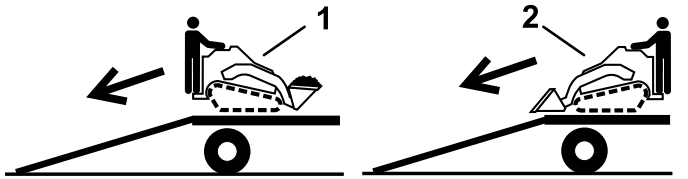

Bild 32
2. Fahren Sie beim Entladen vom Anhänger mit dem schweren Ende der Maschine auf die Rampe und befördern Sie Lasten niedrig (Bild 32).